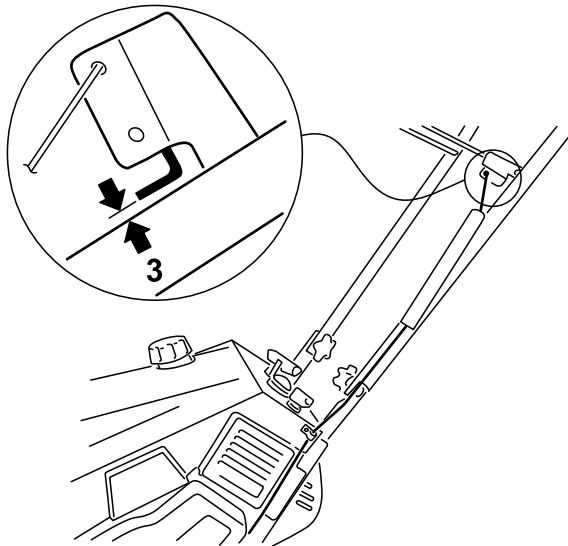

Bild 7
4. Schieben Sie die Federabdeckung über die Feder und die Zügeinstellung. Schieben Sie dann das Federende durch das Loch im Ende der Federabdeckung (Bild 7).
5. Haken Sie die Feder in das obere Loch an der Schaltbügelhalterung ein (Bild 7).
6. Schieben Sie den Schaltbügel wieder zurück zum Griff, sodass der Zug kein Spiel mehr hat. Achten Sie darauf, dass der Abstand zwischen dem Schaltbügel und dem Griff 2 bis 3 mm beträgt, siehe Bild 7.